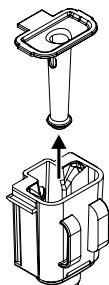

Fig. 13
- Smontare il corpo erogatore caffè (Fig.13).